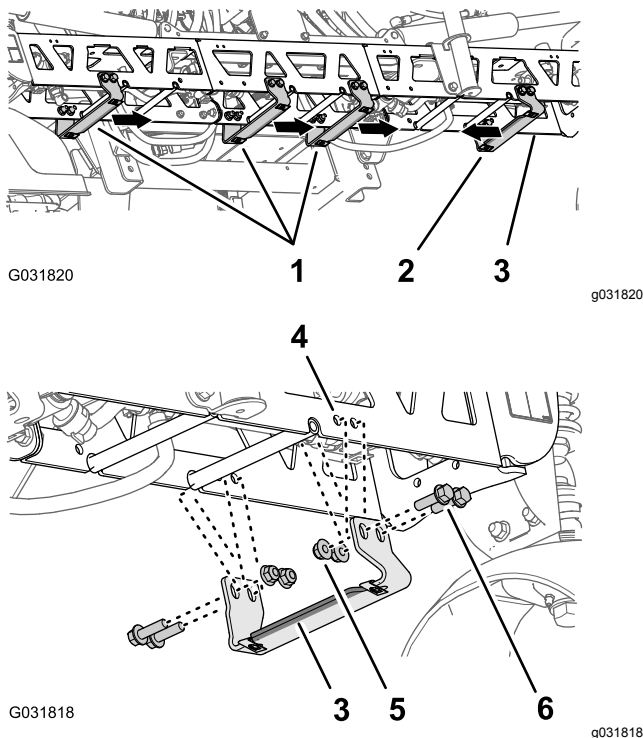

図 236
3. センターブームで、トラスフレームの垂直面にある一番右側の1組の穴25mm 間隔で開いている穴を探し出す図 236。
4. サポートブラケットToro P/N 131-3703-03の穴を、センターブームの穴ステップ 3 で探し出した穴に合わせるブラケットの広いフランジが左側になるように合わせることを図 236を参照。
5. サポートブラケットをトラスフレームに固定する図 236フランジヘッドボルト $\frac{3}{8}$ " x $1\frac{1}{4}$ "、Toro P/N 110-50504本、フランジロックナット $\frac{3}{8}$ "、Toro P/N 104-83014個を使用する。
6. トラスフレームの垂直面にあるもう 1 組の穴 25mm 間隔で開いている穴を探し出す図 236。
7. 3個のサポートブラケットToro P/N 131-3703-03の穴を、センターブームの穴ステップ 6 で探し出した穴に合わせるブラケットの広いフランジが右側になるように合わせることを図 236。
8. サポートブラケットをトラスフレームに固定する図 236フランジヘッドボルト $\frac{3}{8}$ " x $1\frac{1}{4}$ "、Toro P/N 110-505012本、フランジロックナット $\frac{3}{8}$ "、Toro P/N 104-83014個を使用する。